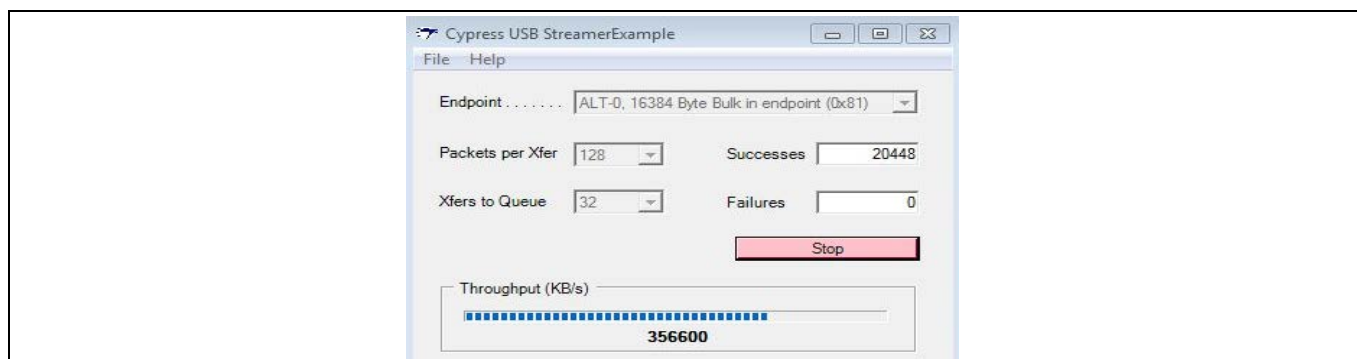

Figure 34 英飞凌 Streamer 工具中显示的串流 IN 性能
6. 在串流 IN 情况下，FPGA 正在等待 FLAGA 变为 1。当缓冲区可用时，FPGA 立即将数据连续写入到 EZ-USB™ FX3 的 PIB_SOCKET_0。您可从 USB 主机发送连续的 BULK IN 传输。在英飞凌 Streamer 工具中选择 BULK IN 端点，然后点击 **Start**。这时，将显示性能数值。Figure 34 中显示了在配有 Intel Z77 Express Chipset 的 Win7 64 位电脑上观察到的性能。